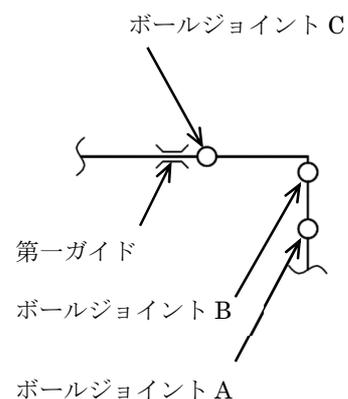

図5 配管取付例
- 4.6 図5に示すような配管に取り付ける場合、ボールジョイントBは、できるだけ曲管部や、立上り部または立下り部に近い位置に取り付けてください。また、ボールジョイントA・Cは、できるだけボールジョイントBから離れた位置に取り付けてください。